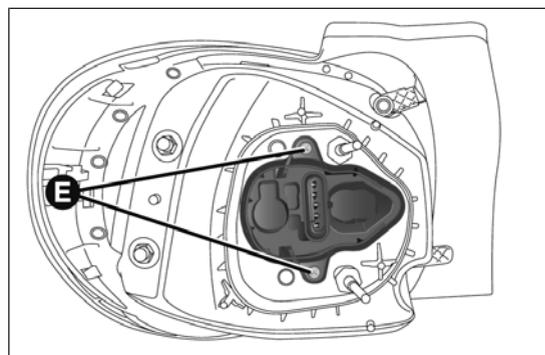

fig. 181
- débrancher le connecteur électrique, dévisser les vis de fixation E fig. 181 et déposer le groupe douille ;